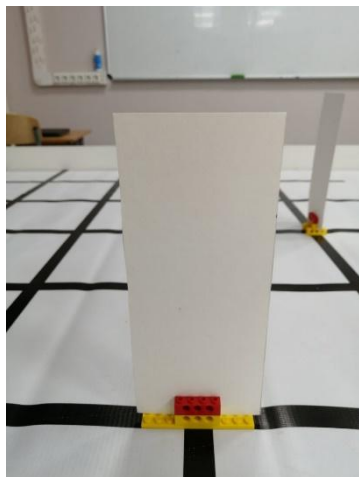

Рис. 7
**СТЕНКА** – прямоугольник высотой 21см и шириной 9см, может быть вырезан из одного листа бумаги или картона формата А4 («книжной» ориентации). В качестве основания для бумажной стенки возможны конструкции из деталей Лего. Стенка фиксируется между кубиками одной из конструкций (смотрите рис. 7).